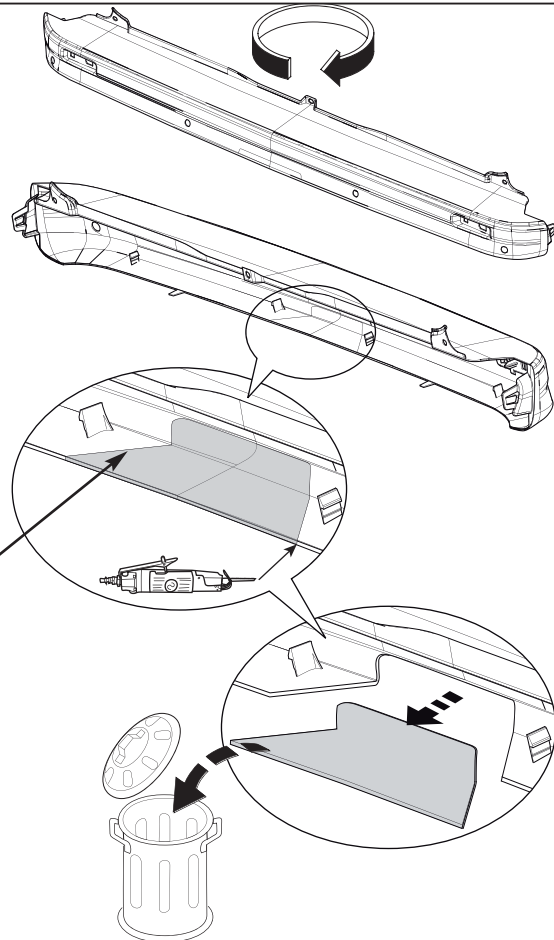

Fig. 2
10. Выпилить часть из бампера в середине снизу, как указано на рис. 2.